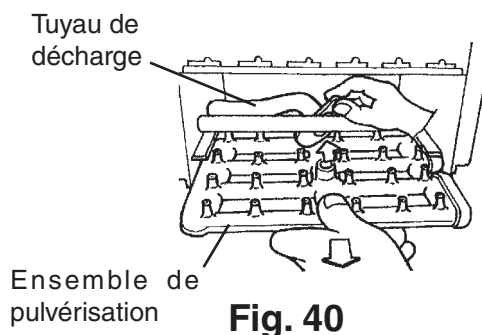

Fig. 40
7. Débranchez le tuyau de décharge de l'ensemble de pulvérisation, puis faites glisser l'ensemble de pulvérisation. Voir Fig. 40.